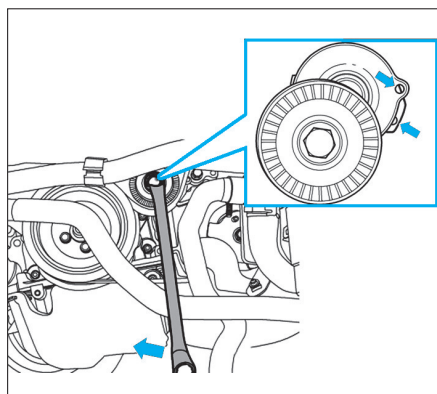

Fig. 1
- Repérer le sens de défilement avant la dépose et de le respecter lors de la repose (Fig.1).